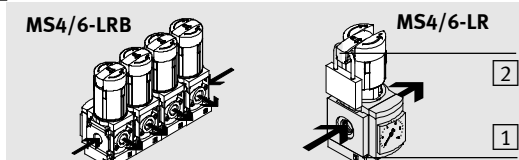

Fig. 1
Il filtro-riduttore MS4/6-LFR e il riduttore di pressione MS4/6-LR(B) regolano l'aria compressa nella linea successiva sulla pressione di lavoro regolata. MS4/6-LFR/LR(B) sono in grado di compensare eventuali variazioni di pressione. L'unità MS4/6-LRB permette l'alimentazione di aria compressa su entrambi i lati (→ Fig. 1). Il filtro-riduttore MS4/6-LFR e il filtro MS4/6-LF con separazione centrifuga eliminano le particelle di sporco e la condensa, il filtro ad alta capacità MS4/6-LFM elimina le particelle di sporco e goccioline d'olio, il filtro a carbone attivo MS4/6-LFX i componenti d'olio gassosi e il separatore d'acqua MS6-LWS la condensa prodotta dall'aria compressa passante.